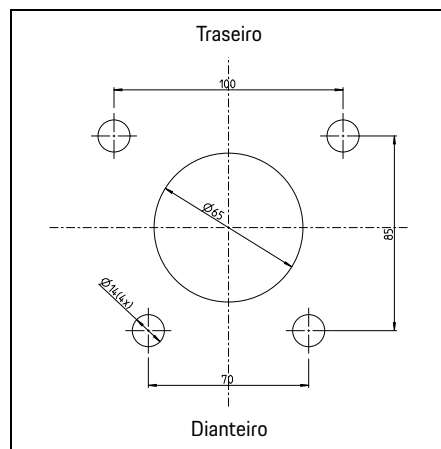

Fig. 2: Dimensões de perfuração
- ▶ Dimensões para barras de fixação, consultar Fig. 2.